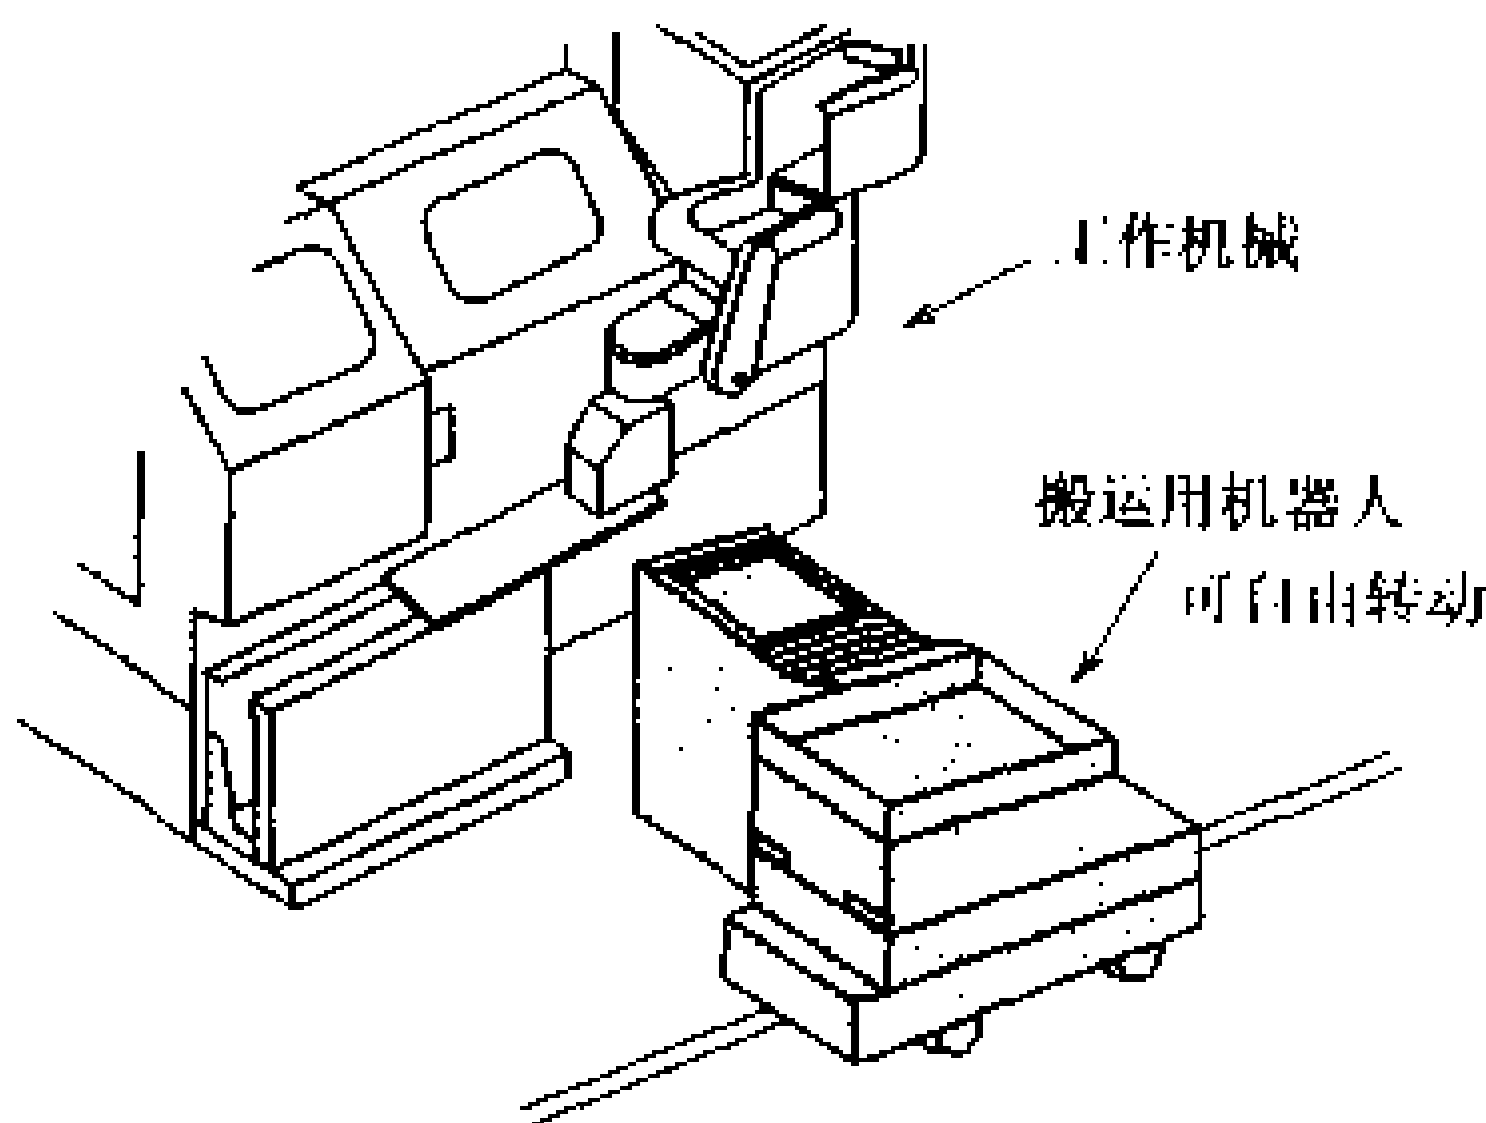

图 7.63 搬运用机器人
① 搬运机器人 在向仓库搬入和搬出货物中以及为了机械加工而搬运材料和产品中都使用了搬运机器人。它是用传感器感知埋入地下的起动指向标,使其不离开行走路线而将物品搬运到目的地的。图 7.63 是搬运机器人原理图。